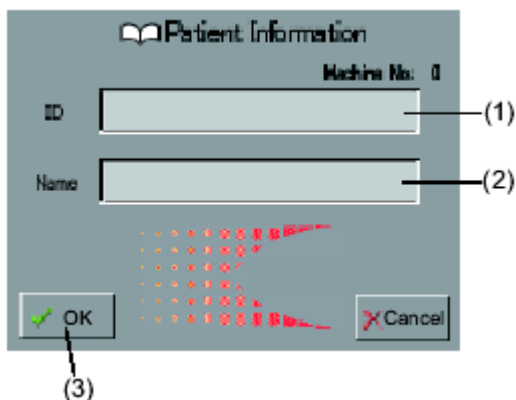

Рисунок 1
1) Если прибор связан с программой “TOMEY Link” и функция передачи данных (COM) в окне настроек «Output Setup» имеет значение включено «OK», то окошко для ввода идентификационного номера Пациента «Patient`s ID» (Рисунок 1) открывается каждый раз при начале нового измерения или в перечисленных ниже случаях. Введите в соответствующих полях номер и имя пациента.